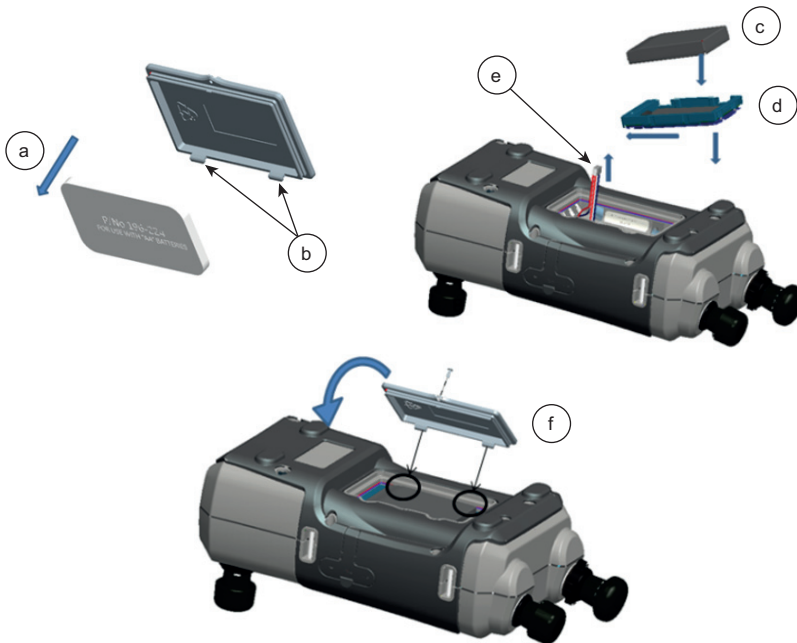

Abbildung 1-1: Akkupack einsetzen
6. Bringen Sie die Batteriefachabdeckung wieder an, indem Sie die Vorsprünge an der Abdeckung (b) schräg in die Schlitz (f) einsetzen und dann die Befestigungsschraube festziehen. (Siehe Abbildung 1-1.)